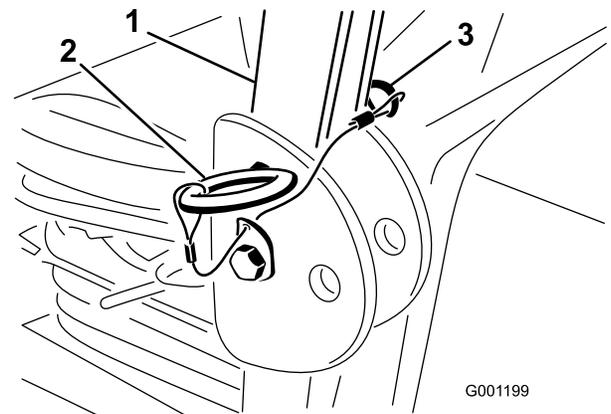

図 8
1. 保護バーについているヘアピンコッターを外して、ついているピン2本を抜き取る (図 8)。
- 横転保護バーを立て、ピン2本で固定し、ピンが外れないようにヘアピンコッターで固定する 図 8。